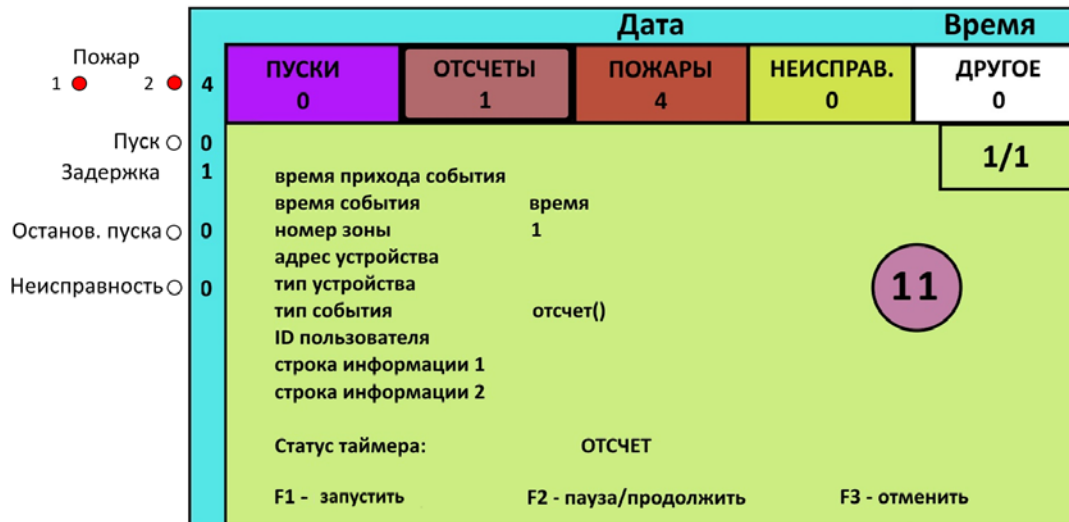

Рисунок 17 – Пример экрана в режиме отсчета времени до запуска.
- на экране во вкладке «Отсчеты» появится сообщение о начале отсчета (см. рисунок 17);